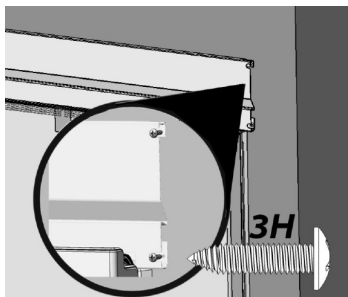

Fig. 23
- b. Perfore orificios guía $1/8$ " y ajuste dos tornillos 3H en el lado derecho de la moldura superior (un tornillo por lado para la moldura superior con collar) con un destornillador Phillips a los gabinetes (Fig. 23).